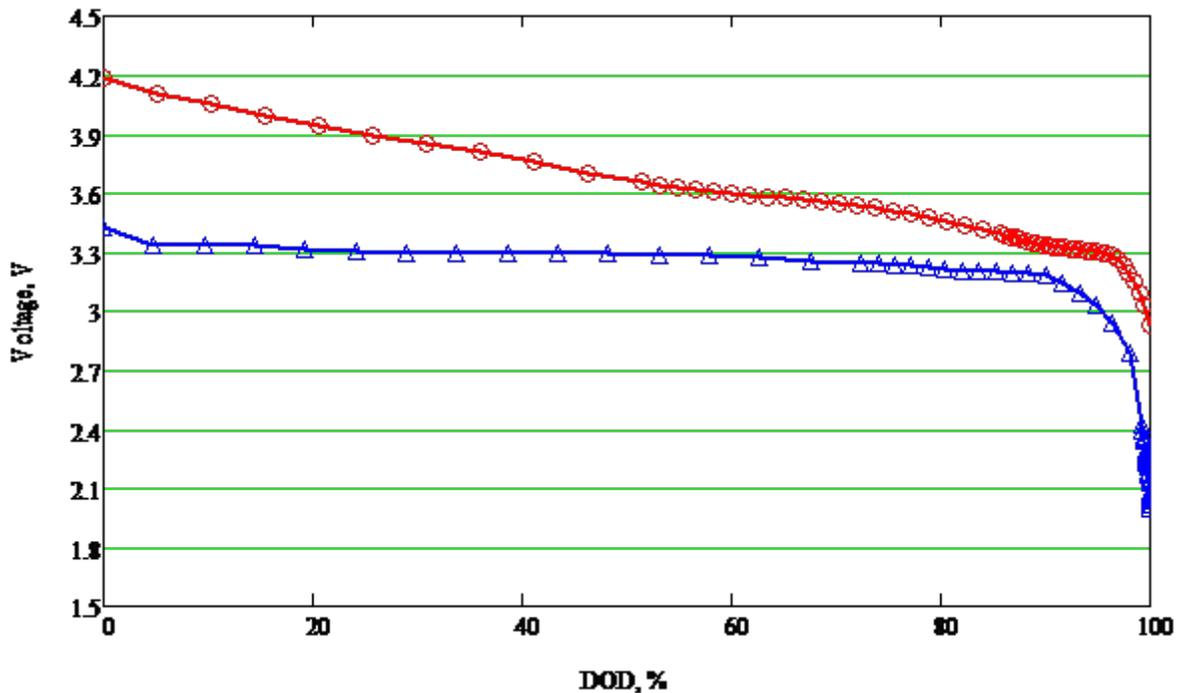

図 4. バッテリー化学物質の放電曲線 (赤 = NMC、青 = LFP)。
LFP が一般的になるにつれて、NMC (図 4 に示す) と比較して平坦な放電曲線を使用するには、EV の使用可能な走行距離を判定するために、より正確なセル電圧測定が必要になります。テキサス・インスツルメンツ (TI) の **BQ79718-Q1** スタックアップ・バッテリー・モニタとセル・バランサは、直列になった 18 個のセルを測定します。セル電圧の測定精度は $\pm 1\text{mV}$ で、電流容量 300mA のパッシブ・セル・バランシング機能を持っています。また、このデバイスは **BQ79731-Q1** バッテリー・モニタとの組み合わせで電圧と電流の同期測定をサポートし、より正確な健全性状態と充電状態の計算を可能にします。